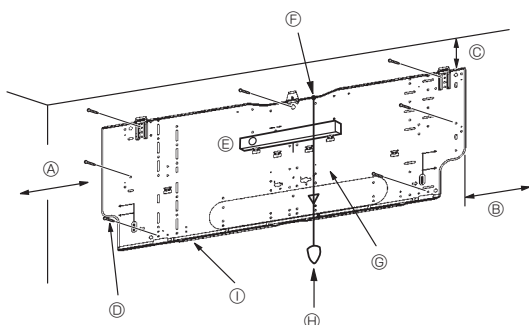
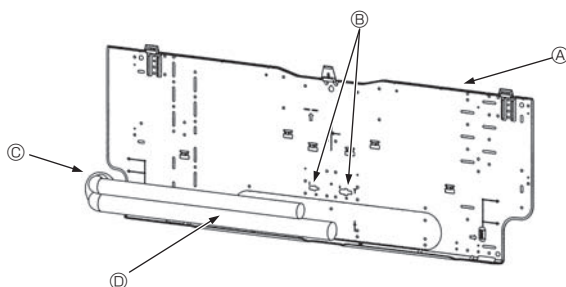

Fig. 3-4
Fig. 3-5
■ PKA-RP60, 71, 100KAL (Fig. 3-4)
- D Viti di fissaggio (4 × 25) ②
- I Piastra di montaggio ①
3.3. Inserimento dei tubi nella parete (Fig. 3-5)
- A Piastra di montaggio ①